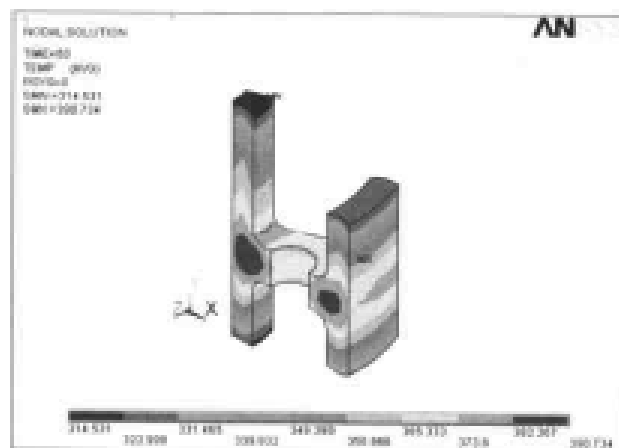
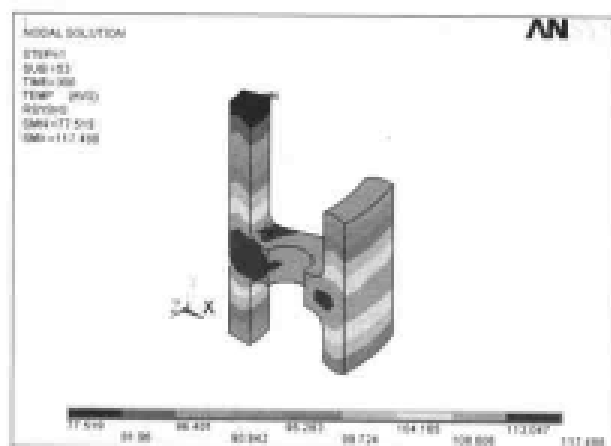

图 10-101 1 分钟时带轮内部温度场分布
图 10-102 5 分钟时带轮内部温度场分布
(3) 选择 Main Menu | General Postproc | Plot Results | Contour Plot | Nodal Solu 命令, 出现 Contour Nodal Solution Data 对话框。选择 Nodal Solu | DOF Solution | Nodal Temperature 选项, 单击 OK 按钮, ANSYS 显示窗口显示 1 分钟时温度场等值线图, 如图 10-101 所示。
(4) 选择 Main Menu | General Postproc | Read Results | Last Set 命令。
(5) 选择 Main Menu | General Postproc | Plot Results | Contour Plot | Nodal Solu 命令, 出现 Contour Nodal Solution Data 对话框。选择 Nodal Solu | DOF Solution | Nodal Temperature 选项, 单击 OK 按钮, ANSYS 显示窗口显示 5 分钟时温度场等值线图, 如图 10-102 所示。